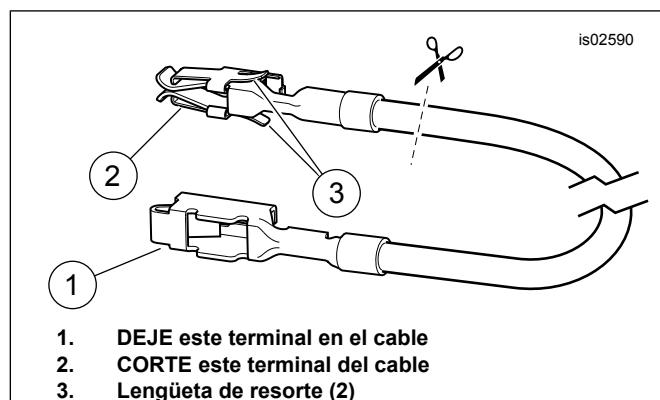

Figura 6. Cable del adaptador del bloque de fusibles
4. Obtenga del kit el cable del adaptador naranja/blanco del bloque de fusibles (10). Observe el terminal en cada extremo (vea Figura 6 . Solamente el terminal **SIN las lengüetas del resorte** encaja en la cavidad del fusible. Cuidadosamente corte el terminal **CON** lengüetas de resorte del cable y deséchelo.